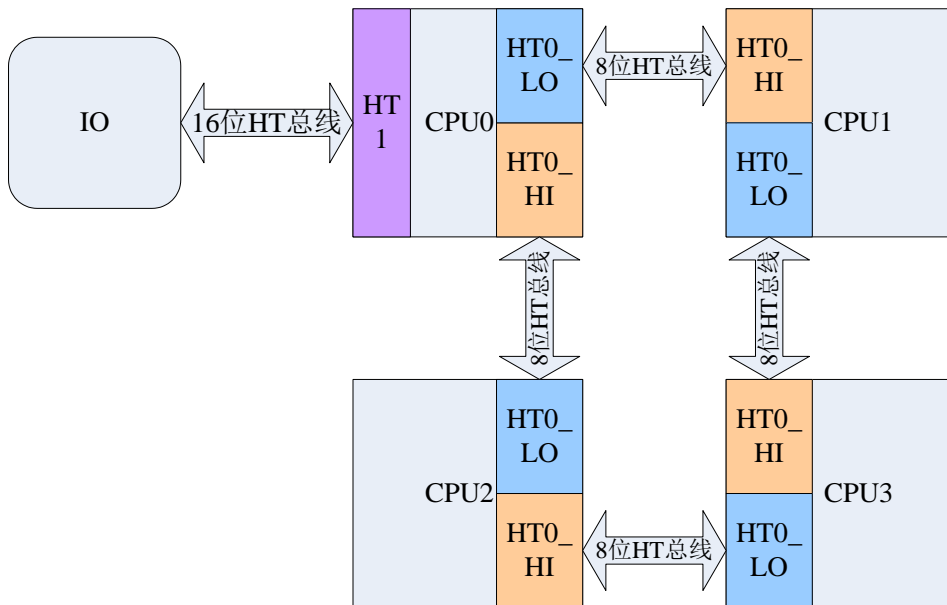
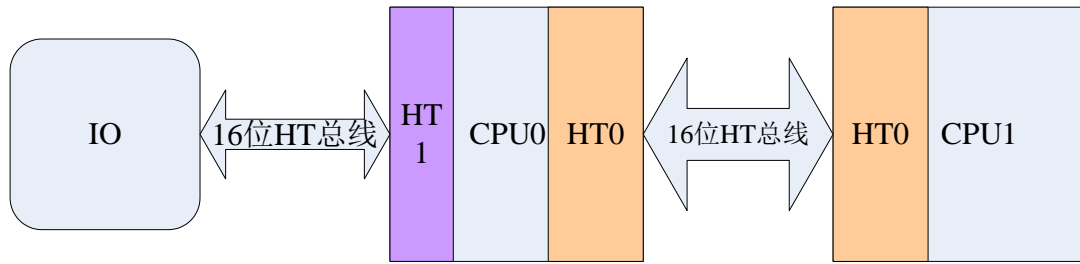

图 4.2 龙芯 3A2000 多处理器系统 HT 接口连接（四片）
图 4.3 龙芯 3A2000 多处理器系统 HT 接口连接（二片）
- 龙芯 3A2000 多处理器系统连接。用于多处理器间互联时，HT0 接口硬件支持处理器核间 Cache 一致性协议，可以使用 HT0 接口构成最多 4 片龙芯 3A2000 处理器的互联系统。如果需要继续扩展，则需要使用不支持处理器核间 Cache 一致性的 HT1 接口或采用其它方式。图 4.2、图 4.3 中分别给出了 4 片和 2 片互联的方式：